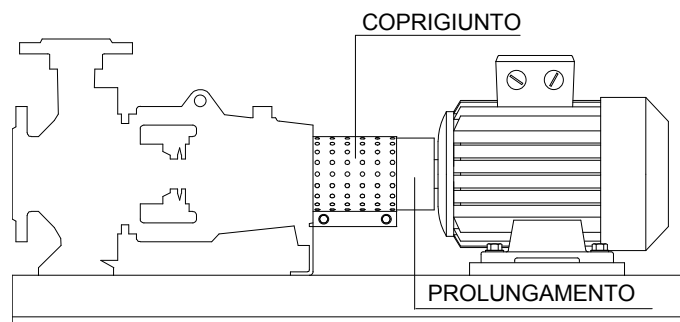

Fig. 17 - SITUAZIONE DI VERIFICA DELL'ALLINEAMENTO DELL'ESECUZIONE SU BASAMENTO
- 7 - Togliere il coprigiunto ed il relativo prolungamento (se presente) agganciato alla pompa svitando le due viti di ancoraggio (vedere le fig. 17 e 18).